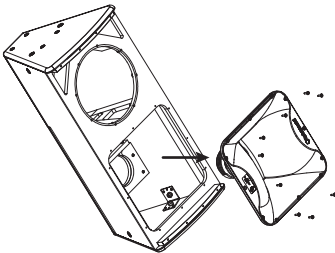

Fig. 4
5. Remova os parafusos de fixação da buzina que prendem a buzina ao gabinete e levante a buzina e o conjunto da chave de compressão (fig. 4). (Se necessário para manutenção ou substituição, desconecte os cabos do driver de compressão, anotando a polaridade para reconexão posterior.)
11. Recoloque os parafusos de fixação da buzina e aperte para prender a buzina de volta ao invólucro (fig. 4).